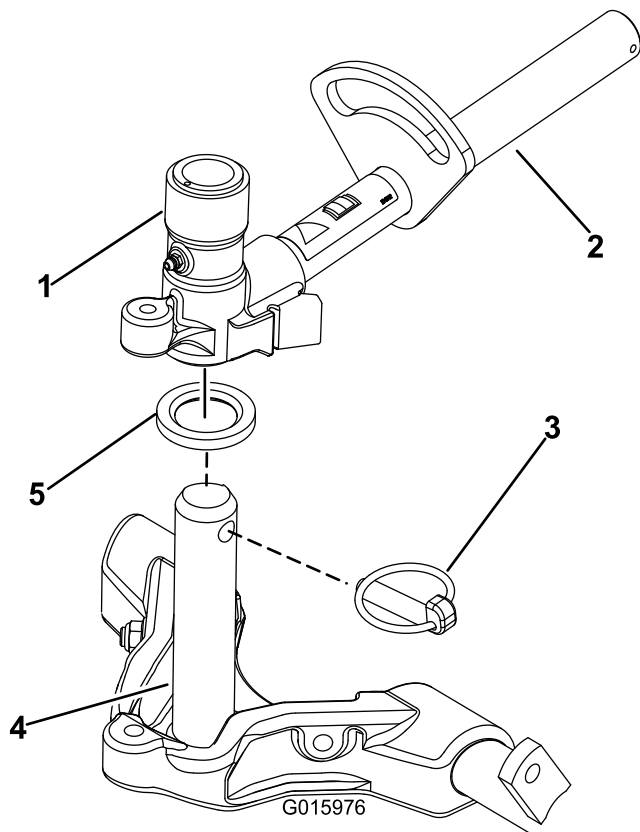

図 16
9. キャリアフレームのシャフトにきれいなグリスを塗る 図 16。
10. フロントに取り付けるカッティングユニットは、昇降アームの下に入れるときにキャリアフレームのシャフトを昇降アームのピボットヨークに挿入する 図 16。
11. クリックピンを使って、キャリアフレームシャフトを昇降アームのヨークに固定する 図 16。
- B. 昇降アームのヨークをキャリアフレームのシャフトに通す 図 16。